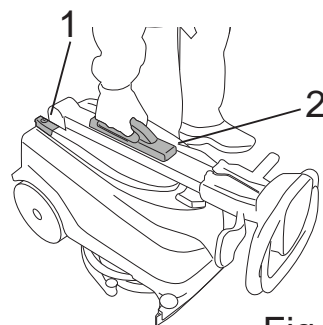

Fig.6
- Spegnere la macchina dall'interruttore generale (Fig.6-Rif.1).
- Sollevare la macchina dall'impugnatura sul manico (Fig.6-Rif.2).